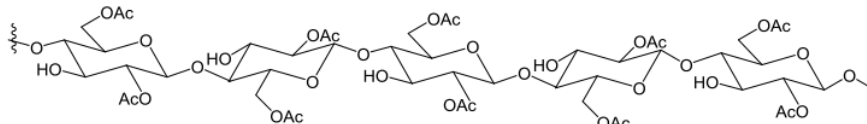
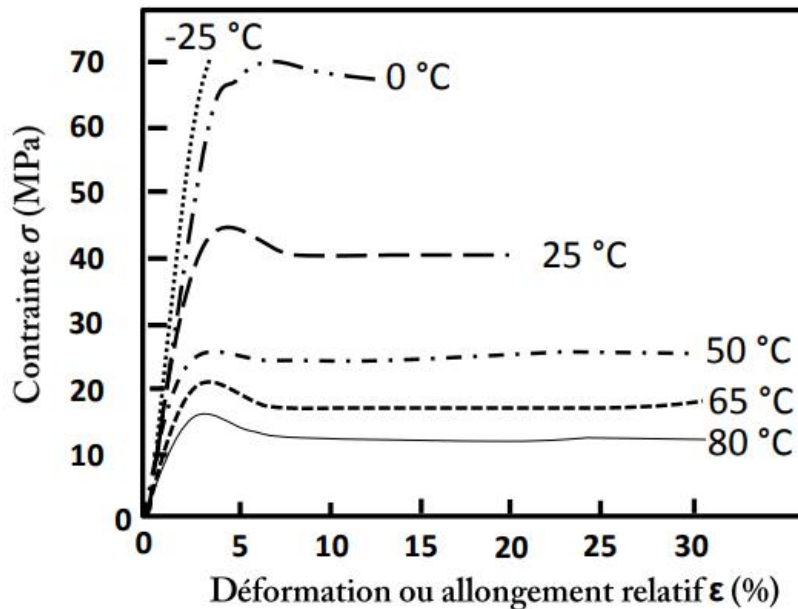

Figure 7 : Structure de l'acétate de cellulose.
Figure 8 : Courbes de traction obtenues à différentes températures dans le cas d'un polymère d'acétate de cellulose.
Une étude des propriétés mécaniques de l'acétate de cellulose, représentée sur la Figure 7, est possible grâce à l'analyse des courbes de traction. Celles-ci, obtenues à différentes températures, sont données sur la Figure 8.
3.6 Décrire l'évolution des propriétés mécaniques (dur, fragile, résistant, mou) et du module d'Young E de l'acétate de cellulose avec la température en s'appuyant sur la Figure 8. Indiquer pour chaque température à quel type de matériau appartient la cellulose.
3.7 La température T_g de l'acétate de cellulose est de l'ordre de 80 °C. Analyser la cohérence de cette valeur avec celle de la température T_g de la cellulose et l'étude de la Figure 8.